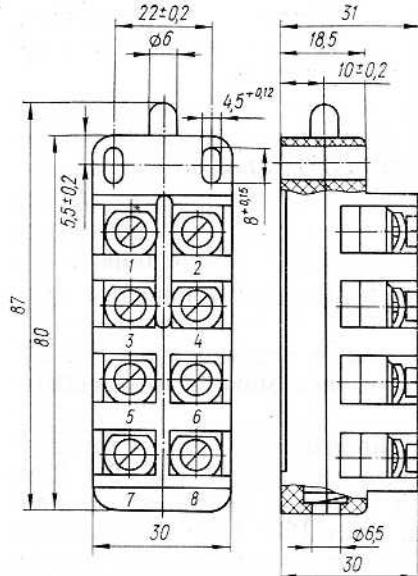

Рис. 1. Выключатель ВП19-21XX11-00Х3.ХХ
3.1. Габаритно-установочные и присоединительные размеры приведены на рис. 1—7. При нажатии на подвижной элемент привода траверса, несущая подвижные контакты мостикового типа перемещается, в результате чего происходит переключение контактов. Возврат системы в исходное положение после снятия усилия с подвижного элемента привода осуществляется пружиной.
На торцевой поверхности выключателя (рис. 1) есть отверстие для прохода толкателя, позволяющее производить последовательную установку выключателей в наборы до четырех штук.
5.1. Устанавливайте выключатели ВП19-21ХХ11-00Х3.ХХ (рис. 1) только в местах, полностью защищенных от попадания пыли, воды, масла и т. д., а также защищенных от случайного прикосновения к токоведущим частям.
ВП19-21XX11-00Х3.ХХ (рис. 1) — двумя винтами M4;